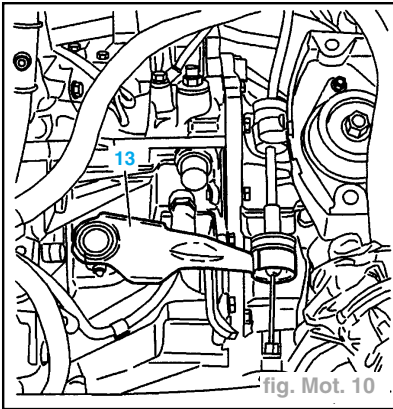

fig. Mot. 10
- Accoupler le câble d'embrayage au levier (13) (fig. Mot. 10).